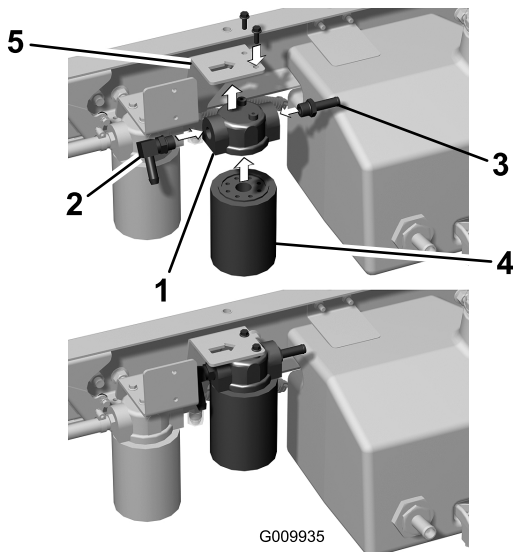

Bild 11
1. Befestigen Sie ein gezahntes 90-Grad-Anschlussstück am Zulaufanschluss des Filterkopfes (Bild 11).
3. Befestigen Sie den Filterkopf mit zwei Bundbolzen ($\frac{1}{4}'' \times \frac{3}{4}''$) an der Rahmenhalterung, wie in Bild 11 abgebildet.
2. Befestigen Sie ein gezahntes, gerades Anschlussstück am Auslaufanschluss des Filterkopfes (Bild 11).